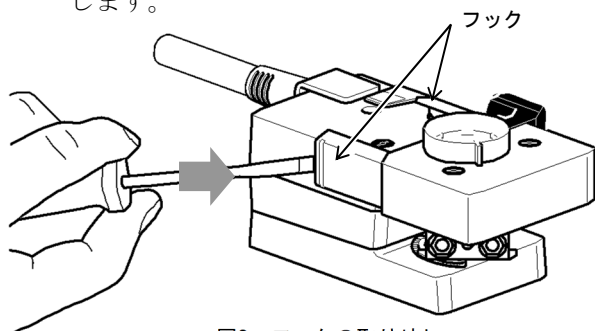

図3 フックの取り外し
- (1) 『図3』のようにマイナスドライバーなどを使用し、本製品のフックを広げるようにしながら外します。